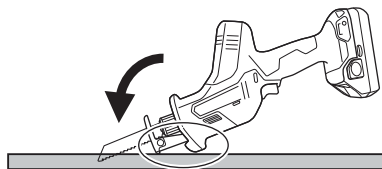

Fig. 25
- (2) Apriete ligeramente el gatillo para mantener una velocidad baja a medida que corta gradualmente el material. (Fig. 25).